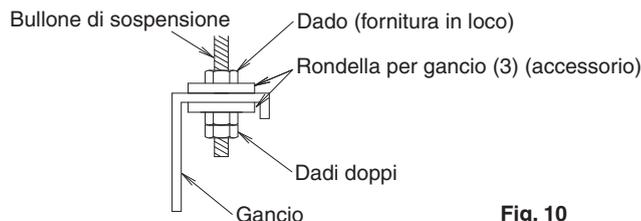

Fig. 10
- (1) Fissare il gancio al bullone di sospensione. (Fare riferimento alla Fig. 10)